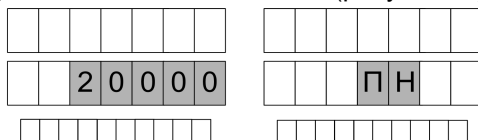

Рисунок 18
11.4 В начале налива, когда устройство готово к отпуску топлива, мигающими символами в средней строке ЖКИ (при задании дозы в литрах), либо в верхней (при задании дозы в килограммах) отображается значение заданной дозы. В случае отпуска без указания размера дозы – символы "ПН" ("пределный налив"). Это предоставляет удобный способ определить, когда можно начать налив, а также убедиться, что задано требуемое количество топлива (рисунок 18).